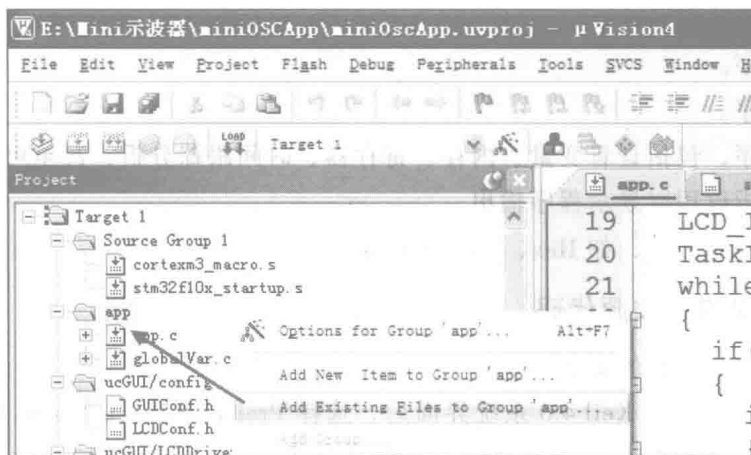

图 2.3 向 Group 内添加文件
(3) 向 app Group 内添加文件，如图 2.3 所示。